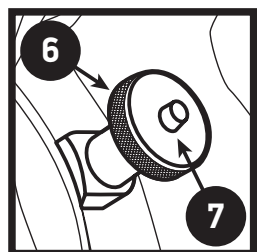

Figura 5
9. Asegúrese de que la banda abrasiva está adecuadamente tensionada. A este fin, eleve la manija de tensión (Figura 5). A medida que se mueve la perilla de tensión, se oirá una serie de clics mecánicos. En general, la banda quedará adecuadamente tensionada si se oyen de tres a ocho clics. Para reducir o liberar la tensión de la banda, eleve ligeramente la manija de tensión y luego presione el botón que está en el centro de esta. Mueva la manija de tensión ligeramente hacia abajo para reducir la tensión de la banda o completamente hacia abajo para liberar la tensión de la banda.